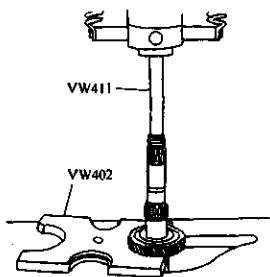

图 3-80 拆下三档齿轮
5) 拆下三档齿轮的锁圈，接着拆下三档齿轮。如图 3-80 所示。